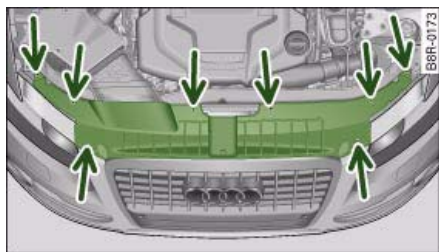

Fig. 250 Embellecedor: Fijaciones marcadas
- Suelte las fijaciones ⇒ fig. 250 del embellecedor que hay en el portacierres hundiéndolo el pasador aprisionador del clip expansivo y sacándolo a continuación.